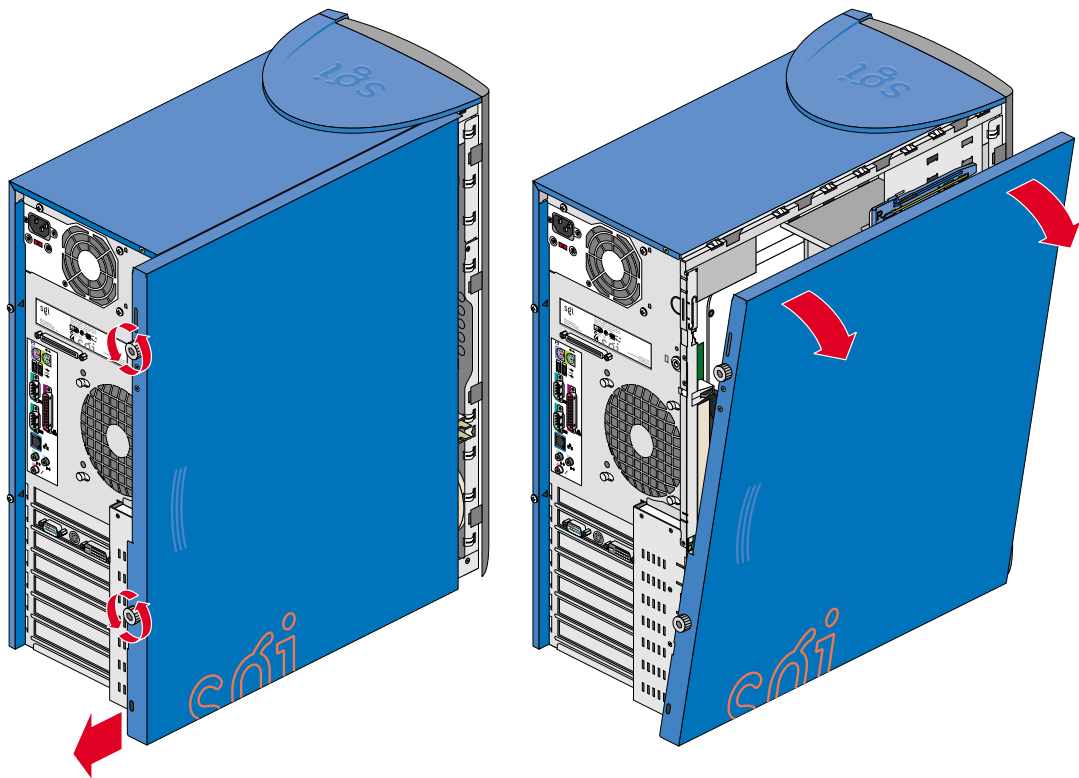

Figure 2-1 Démontage du panneau latéral
3. Suivre les instructions ci-après pour démonter le panneau latéral (voir Figure 2-1) :